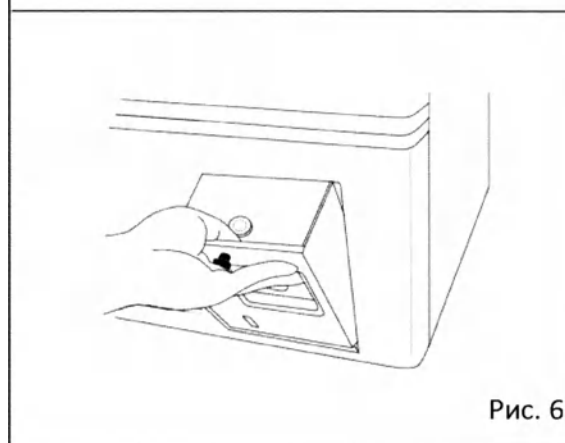

Рис. 6
9. Установите регистратор температуры с рамкой в место для установки регистратора температуры (Рис. 6).